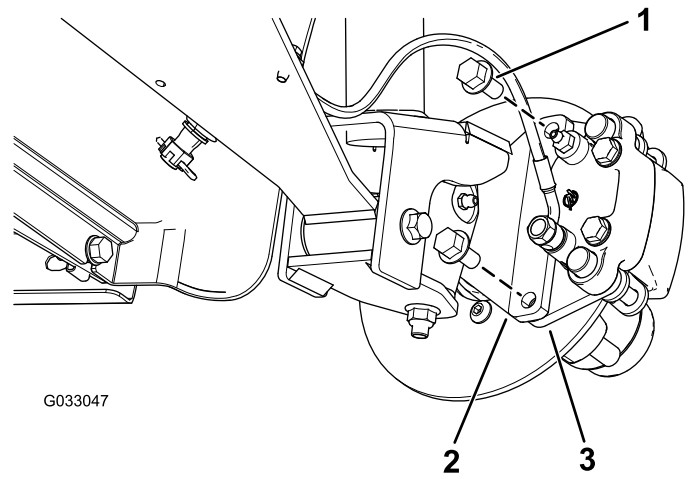
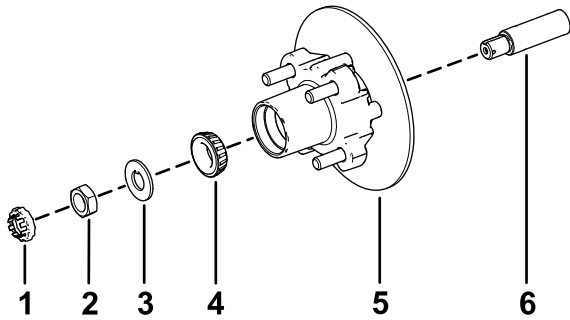

Bild 31
Bild 35
3. Entfernen Sie die Bundkopfschrauben ($3/8'' \times 3/4''$), mit denen die Halterung für die Bremse an der Spindel befestigt ist, und nehmen die Bremse von der Spindel ab (**Bild 31**).
1. Fetten Sie die Spindel leicht mit der angegebenen Fettsorte ein (Bild 35).
2. Montieren Sie die Radnabe und den Drehzylinder an der Spindel mit dem Drehzylinder innen (Bild 35).
3. Montieren Sie das Außenlager an der Spindel und setzen das Lager auf den äußeren Lagerring (Bild 35).
4. Legen Sie die Nasenscheibe auf die Spindel (Bild 35).
5. Schrauben Sie die Spindelmutter auf die Spindel und ziehen Sie die Mutter auf ein Drehmoment von 15 N·m an, während Sie die Radnabe drehen um das Lager zu fixieren (Bild 35).
2. Fluchten Sie die Bremsbeläge mit jeder Seite des Drehzylinders (Bild 31) und die Löcher in der Bremsbackenhalterung mit den Löchern im Bremsenhalter des Spindelrahmens aus (Bild 35).
3. Befestigen Sie den Bremsbackenhalterung mit den beiden Bundkopfschrauben ($\frac{3}{8}$ " x $\frac{3}{4}$ ") am Spindelrahmen (Bild 31).